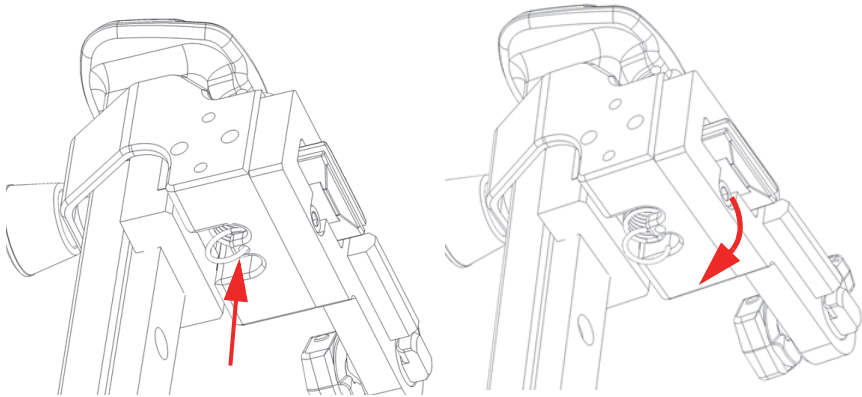

图 2-26 从固定孔中取出弹簧
1. 使用一个尖嘴钳，从弹簧加载臂（SLA）支架的孔中取出弹簧的底部（参见第55页的图 2-26）。